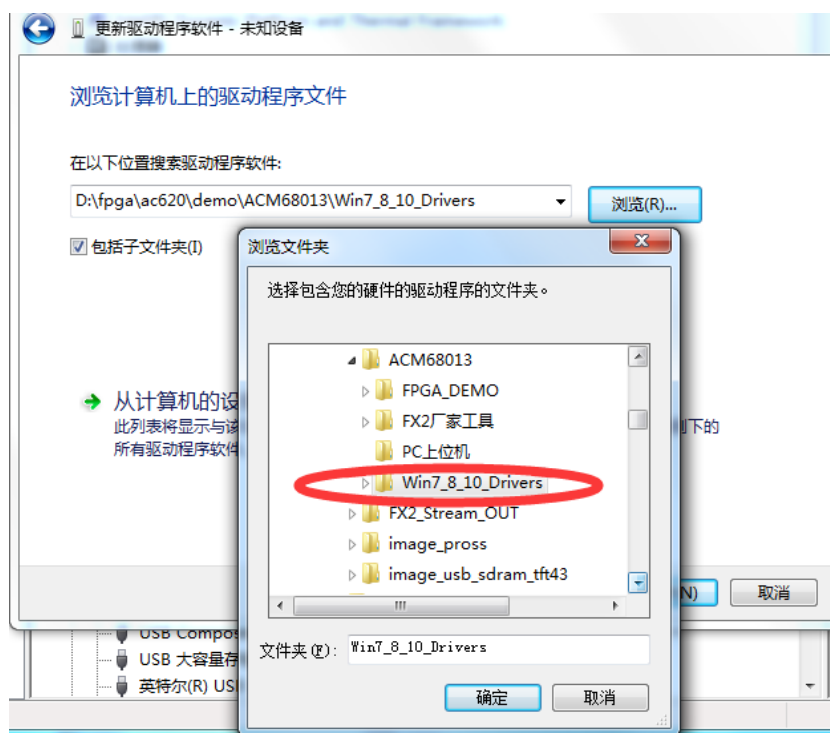

图 1.13 安装驱动设备
5. 在弹出的界面中，选择“浏览计算机以查找驱动程序软件”，路径定位到我们提供的 USB 开发包的驱动程序安装路径下，然后点击确定，如图 1.13 所示。